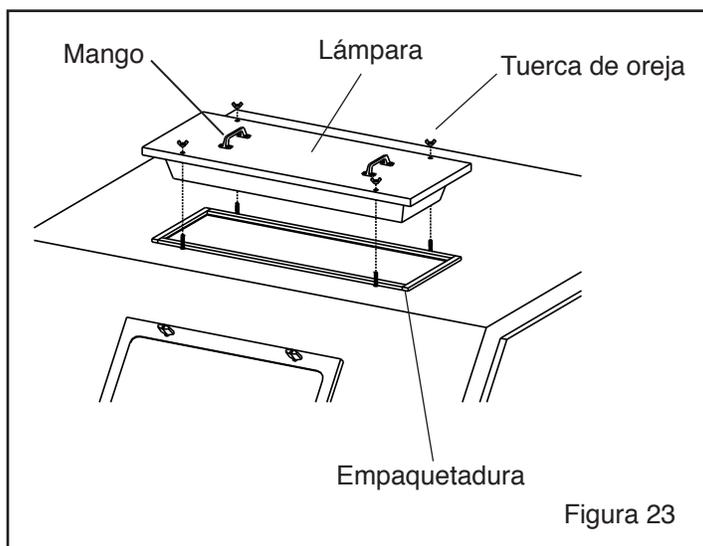

Figura 23
**7.7.2.1** Retire las cuatro tuercas de oreja que sostienen la lámpara a la cabina y use los mangos para alzarla lámpara de la cabina, como se muestra en la Figura 23.
**7.7.2.3** Coloque una sección de empaquetadura al lado de la abertura y corte el largo dando un solape de 3/4" en cada extremo. Despegue una pequeña sección del dorso adhesivo y pegue la empaquetadura adhesiva al borde superior de la abertura de la lámpara, como se muestra en la Figura 23. Presione la empaquetadura firmemente para que se adhiera. Repita el proceso para cada lado.